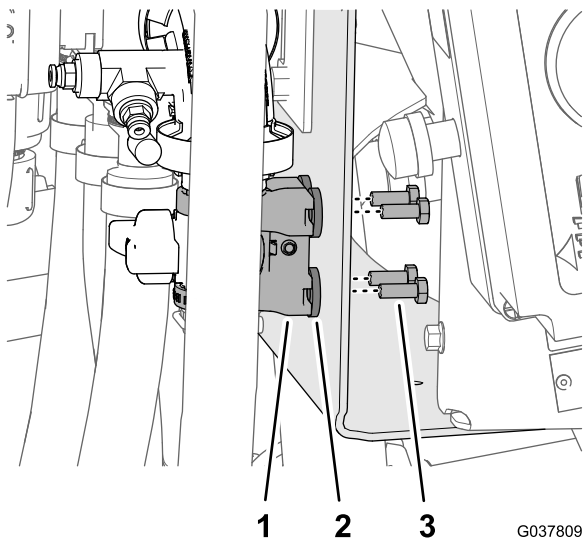

Figura 92
4. Prenda o suporte de nylon e as anilhas na montagem da válvula com quatro parafusos (6 x 16 mm) como se mostra na Figura 92.